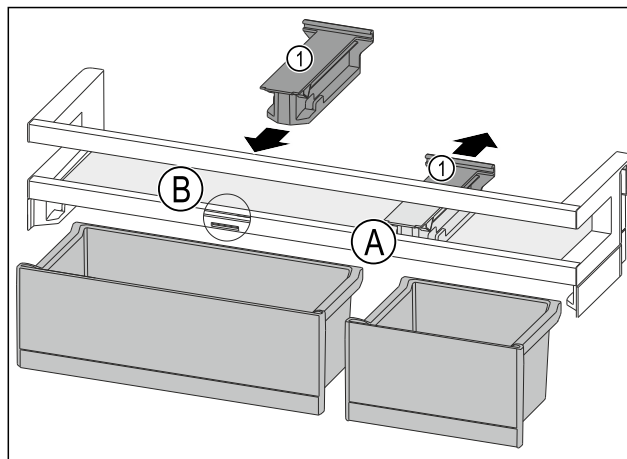

Fig. 195
- Largoni nga prapa pjesën mbajtëse Fig. 195 (1) në pozicionin Fig. 195 (A).
- Vendosni pjesën mbajtëse Fig. 195 (1) në pozicionin Fig. 195 (B).